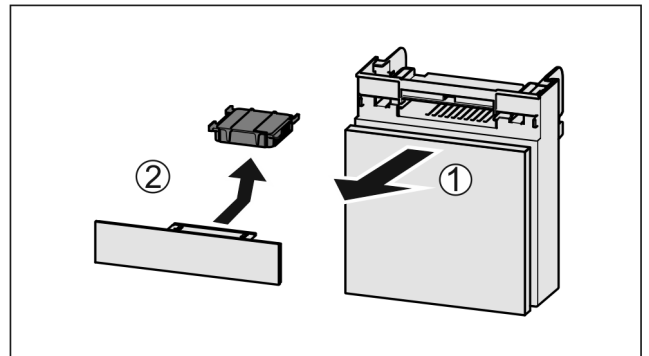

Fig. 149
- ▶ Fach nach vorne herausziehen Fig. 149 (1).
- ▶ Aktivkohlefilter entnehmen Fig. 149 (2).